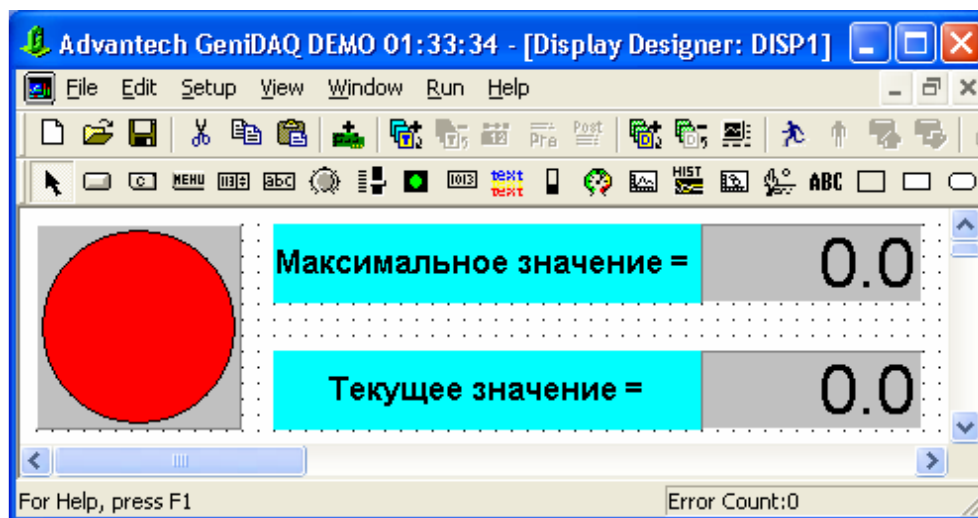

Рис. 4.118. Окно редактора форм отображения
5. *Пятое действие.* Активизируйте окно редактора форм отображения. Добавьте в это окно элементы отображения индикатор, два цифровых индикатора и две текстовых строки (рис. 4.118). Сконфигурируйте индикатор в соответствии с